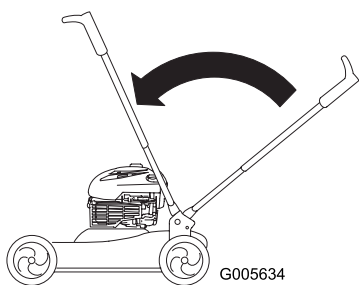

Figura 38
2. Doble el manillar hacia adelante (Figura 38).